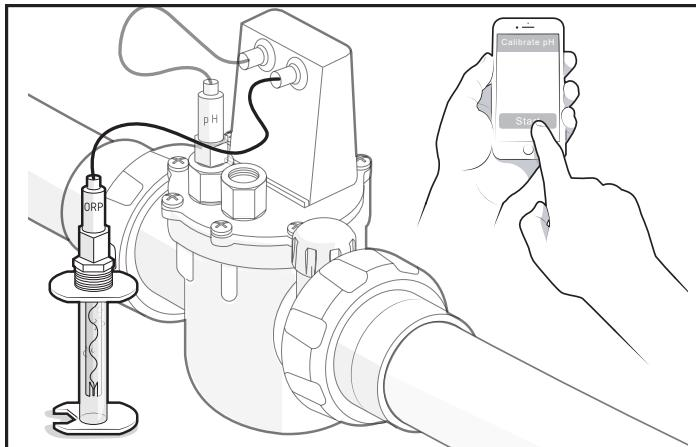

Figura 12. Sumerja el sensor y comience la calibración
9. Sumerja el sensor en la solución tampón ORP 470 mV dentro del tubo de almacenamiento. Inicie la calibración utilizando y siguiendo la aplicación iAquaLink® o el controlador OneTouch (solo AquaLink® RS), vaya a: MENÚ / AYUDA > CONFIGURACIÓN DEL SISTEMA > TRUSENSE, consulte la Figura 12